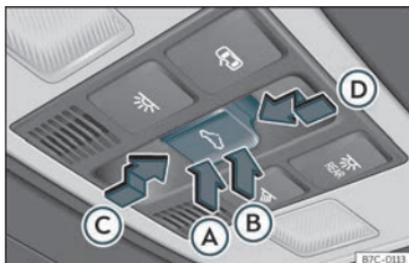

Fig. 89 Dans le ciel de pavillon : touche du toit ouvrant.
La touche  fig. 89 présente deux niveaux. Le premier niveau permet de situer le toit en position déflectrice, d'ouvrir ou fermer entièrement ou partiellement le toit ouvrant.
- *Toit ouvrant* : dans les 5 secondes à partir de l'activation de la fonction anti-pincement, appuyez sur la touche  >>> **fig. 89** jusqu'au deuxième niveau dans le sens de la
flèche >>> **fig. 89**  jusqu'à ce que le toit se ferme complètement.